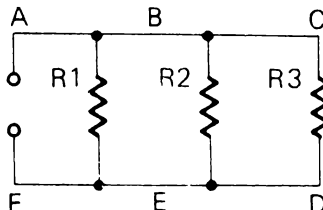

Figura 2
15. Riferitevi alla Figura 2.  $R_1 = 2 \text{ K}\Omega$ ,  $R_2 = 3 \text{ K}\Omega$ ,  $R_3 = 4 \text{ K}\Omega$ .